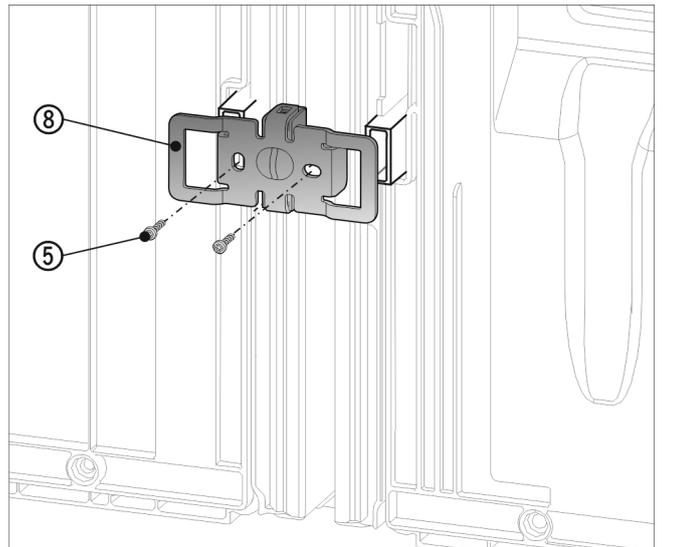

Fig. 23
- ▶ 使用凹槽重新将角 Fig. 23 (8) 推入壁距调整垫片的插槽上方。
- ▶ 使用两颗螺栓 Fig. 23 (5) 拧紧固定。